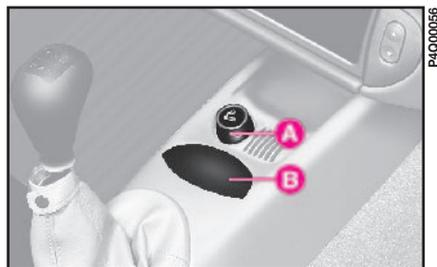

fig. 50
2) Pour ouvrir le cendrier, faire glisser le volet **B**-fig. 50.